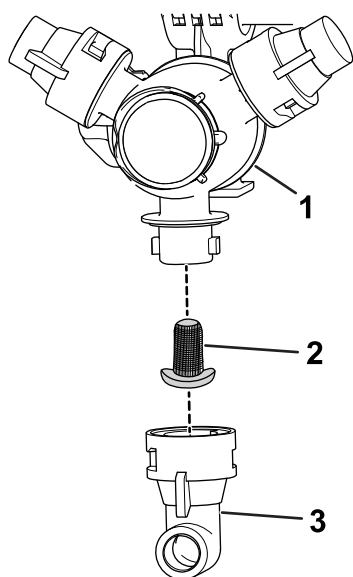

Figura 81
5. Montați filtrul duzei (Figura 81).
6. Montați duza la turela de pulverizare (Figura 81).
2. Îndepărtați duza din turela de pulverizare (Figura 81).
3. Îndepărtați filtrul duzei (Figura 81).